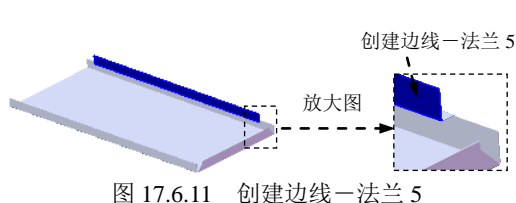
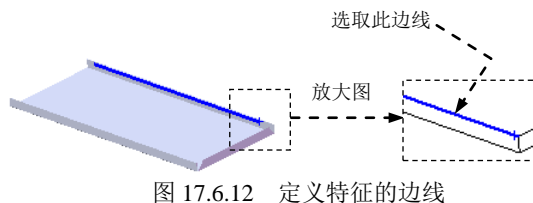

图 17.6.11 创建边线一法兰 5
图 17.6.12 定义特征的边线
Step6. 创建图 17.6.11 所示的边线—法兰 5。
- (1) 选择命令。选择下拉菜单 **插入(I)** → **钣金(B)** → **边线法兰(E)...** 命令，系统弹出“边线法兰”对话框。
- (2) 定义特征的边线。选取图 17.6.12 所示的模型边线为生成的边线法兰的边线。
- (3) 定义法兰参数。在 **角度(G)** 区域的 文本框中输入角度值 90.0。在“边线法兰”